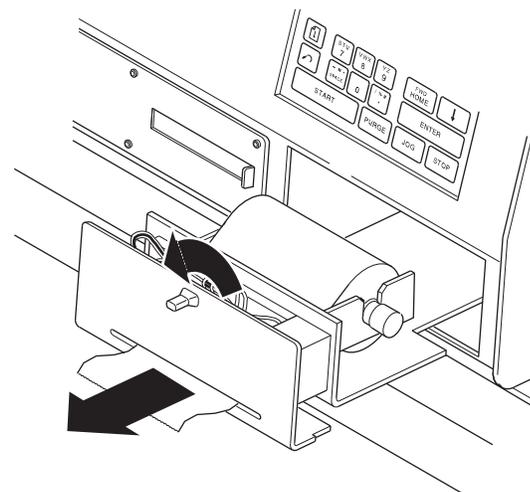

Figure 81 Ouvrir le tiroir de l'imprimante enregistreuse de données
2. Pivoter la molette dans le sens contraire aux aiguilles d'une montre pour dégager le bloc imprimante du boîtier. Sortir le corps de l'imprimante de l'unité d'alimentation en le tirant vers l'avant. Voir la Figure 81.